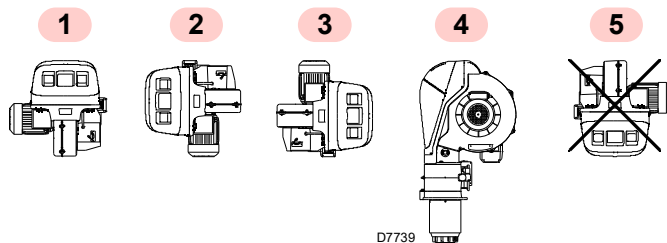

Рис. 13
- Пальник призначений для роботи тільки в положеннях **1, 2, 3 і 4** (Рис. 13).